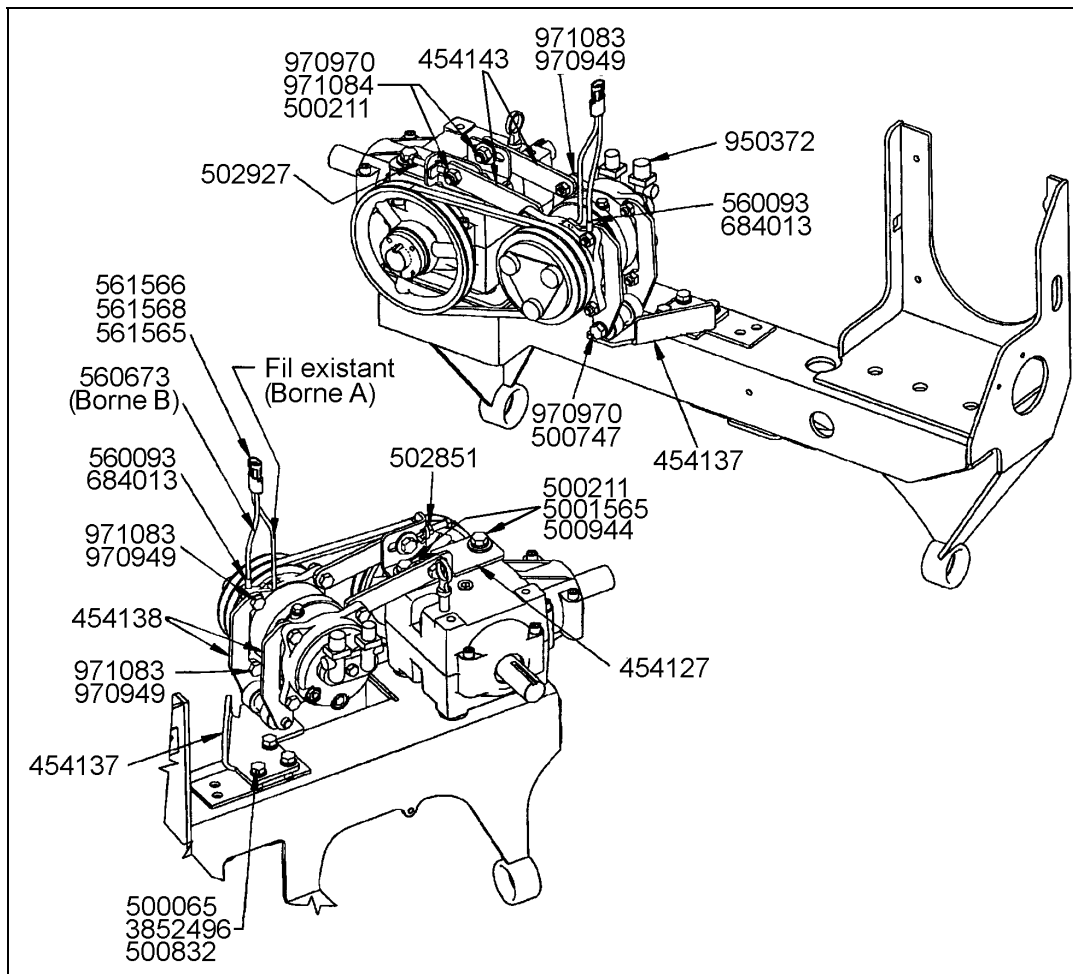

FIGURE 5 : INSTALLATION DU COMPRESSEUR
14. Installer les fils électriques du compresseur et les connecter avec le montage du compresseur (voir la figure 5). En raison de la longueur des fils, il se peut que les manostats haute pression doivent être inversés. Si les fils sont mal connectés, le ventilateur passera immédiatement en haute vitesse au démarrage.